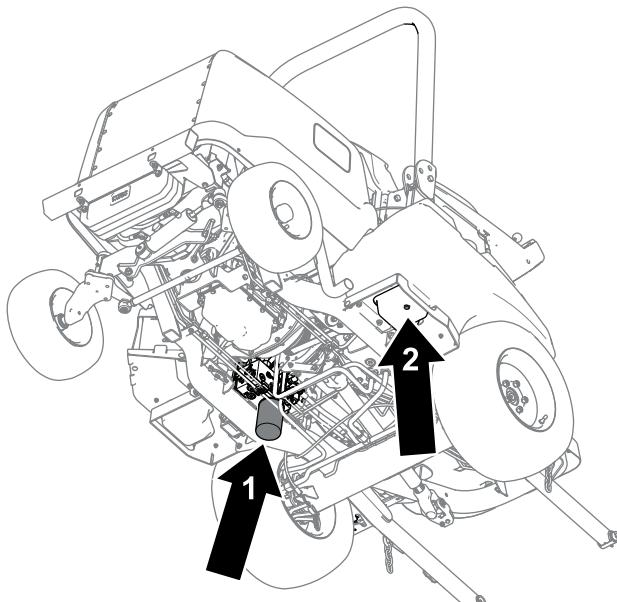

図 80
4. タンクの底面にあるドレンプラグ 図 80を外し、流れ出すオイルを容器に受ける。
6. フィルタの下に廃油受けを置き図 80 フィルタを外して排出されるオイルを回収する。